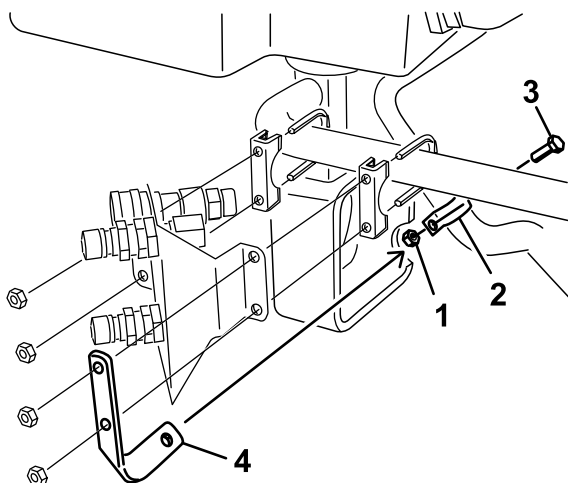
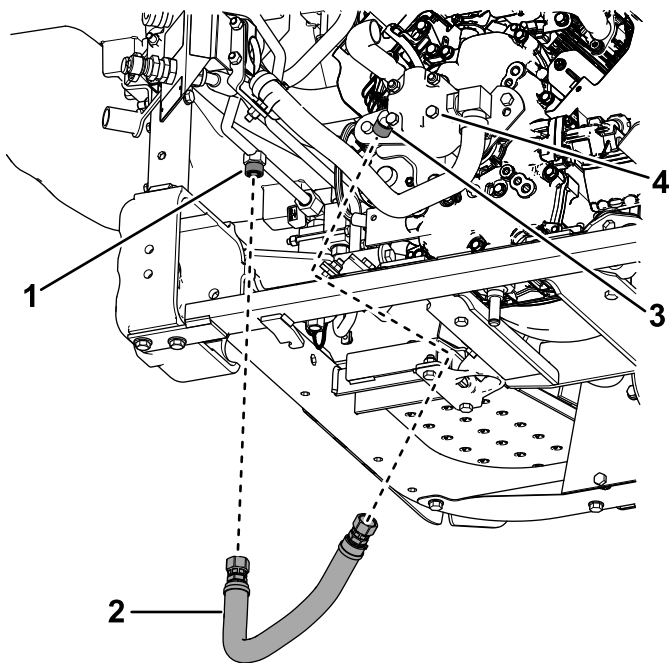
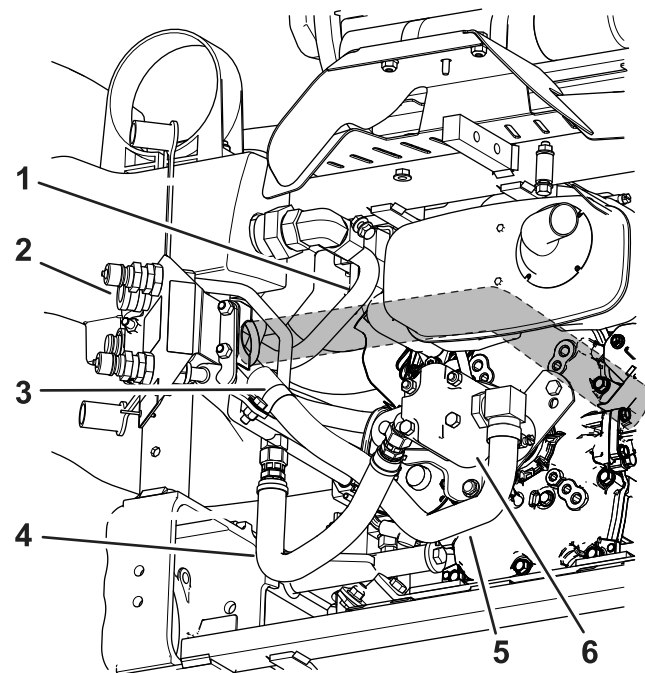

Bild 27
Bild 29
Bild 30
6. Befestigen Sie eine R-Klemme am großen Hydraulikschlauch, siehe Bild 27 und Bild 30.
7. Befestigen Sie die R-Klemme mit einer Schraube ($\frac{5}{16}$ " x $\frac{7}{8}$ ") und einer Mutter ($\frac{5}{16}$ ") an der Befestigungshalterung, siehe Bild 27.
9. Befestigen Sie den Hydraulikschlauch mit den Anschlussstücken am 45-Grad-Krümmer, der an der Hydraulikpumpe befestigt ist (Bild 29 und Bild 30).
10. Die richtigen Stellen für die Schläuche und Hydraulikleitungen zur Hydraulikpumpe finden Sie unter Bild 30.